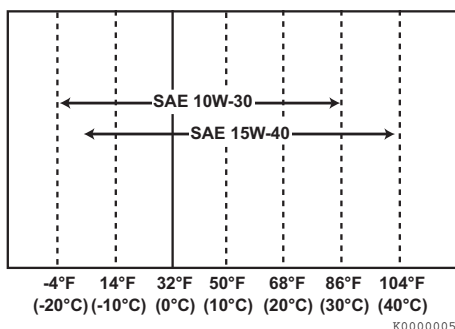

Abbildung 5
- Wählen Sie die Ölviskosität entsprechend der Umgebungstemperatur, bei der der Motor betrieben wird. Siehe das Diagramm der SAE-Viskositätsklassen (**Abbildung 5**).